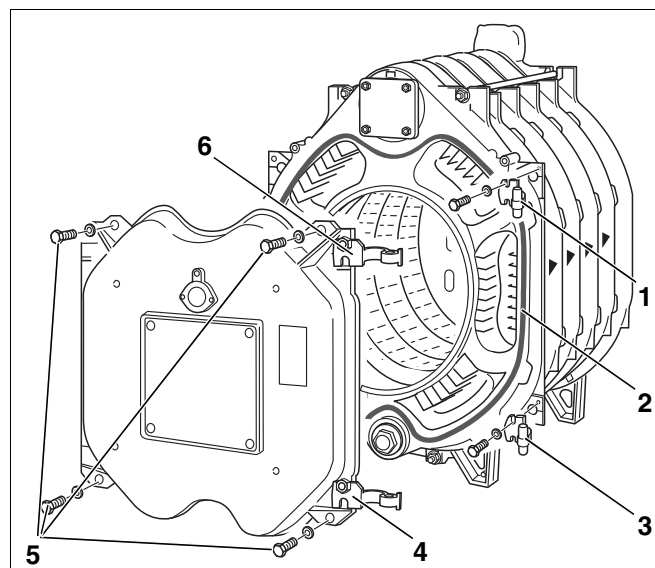

Fig. 26 Accrocher la porte du brûleur
Les deux œillets de charnière sont placés en usine à droite sur la porte du brûleur (fig. 26, [4] et [6]). Pour le montage à gauche, il faut les démonter et les remonter à gauche sur la porte du brûleur.
- Visser les crochets de charnière (fig. 26, [1] et [3]) avec 2 vis M 12 x 50 sur l'élément avant. Ceci est représenté pour la butée à droite dans la fig. 26. Si la butée est à gauche, les crochets de charnière doivent être vissés du côté gauche de manière appropriée.
- Coller le cordon GP Ø 18 mm dans l'élément avant avec de la colle « Silastik ». La butée du cordon doit être positionnée latéralement (fig. 26, [2]).
- Fermer la porte du brûleur et fixer avec 4 vis d'assemblage (M16 × 140) (fig. 26, [5]). Les vis d'assemblage doivent être serrées en croix de manière régulière.